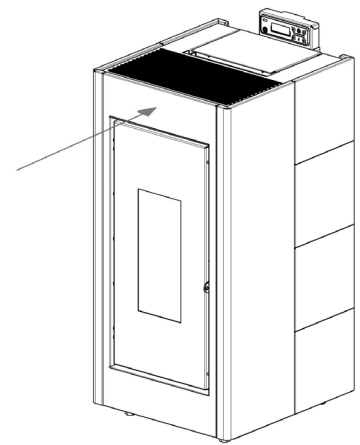

Fig. 39 - Vuelva a colocar el frontal
- Retire la tapa: destornille los 4 tornillos superiores (ver **Fig. 39**).